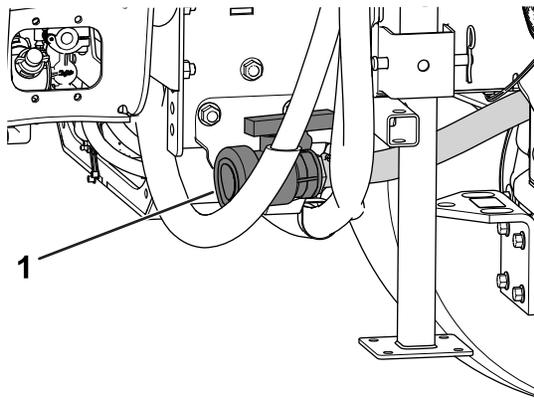

Bild 93
2. Ermitteln Sie das Ablassventil des Behälters an der rechten Seite der Maschine (Bild 93).